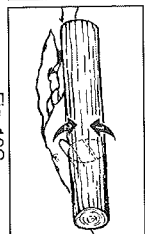

Fig. 13C
3. Grume maintenue aux deux extrémités : D'abord, tronçonnez par dessus à 1/3du diamètre de la grume pour éviter les éclats. Ensuite, tronçonnez par en dessous pour rejoindre la première entaille et éviter le coincement. (Fig. 13C).